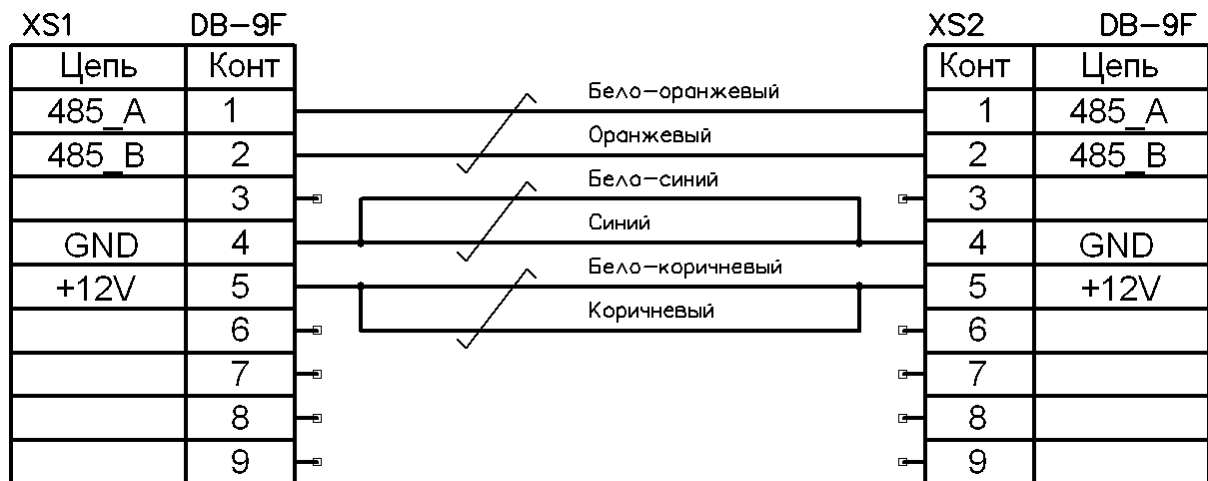

Рис.3.17. Схема распайки кабеля БО-БПП.
3.9.4. Соединительный кабель БО-БРР необходимой длины собирается потребителем по схеме распылки кабеля рис.3.17. Для сборки кабеля в комплекте с БРР идут два разъёма типа DB9F.